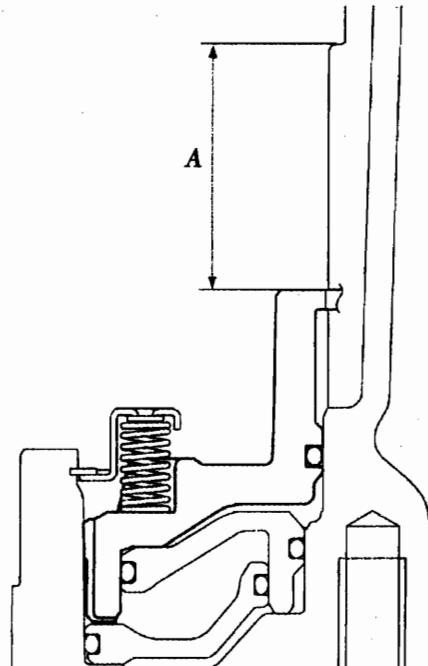

图 12-1-76
②如图12-1-76所示，用游标卡尺测量1挡和倒挡制动活塞上表面和4号制动法兰座面间的高度差。卡住两端沿直径测量，并计算平均值。注意：1挡和倒挡制动活塞必须牢固地安装在变速器壳端面上。36.35~37.09mm。厚度H见表12-1-2。